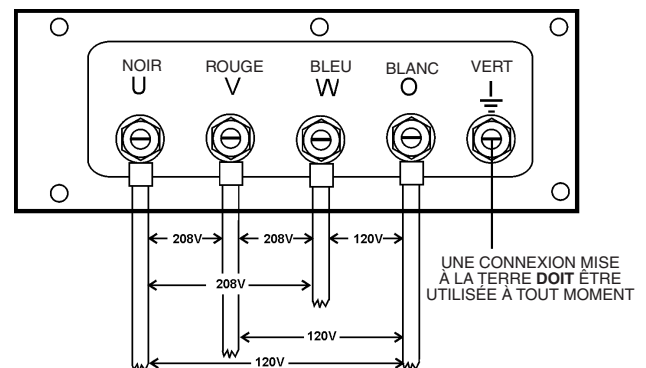

Figure 24. Cosses de sortie UVWO
2. Connecter les fils de charge aux bornes UVWO comme indiqué dans Figure 24.